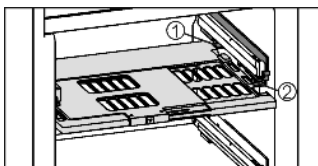

Fig. 18
- ▶ Feuchteregulierungsplatte einsetzen: Deckelstege der Platte von unten in die hintere Halterung Fig. 18 (1) einführen und vorne in die Halterung Fig. 18 (2) einrasten.